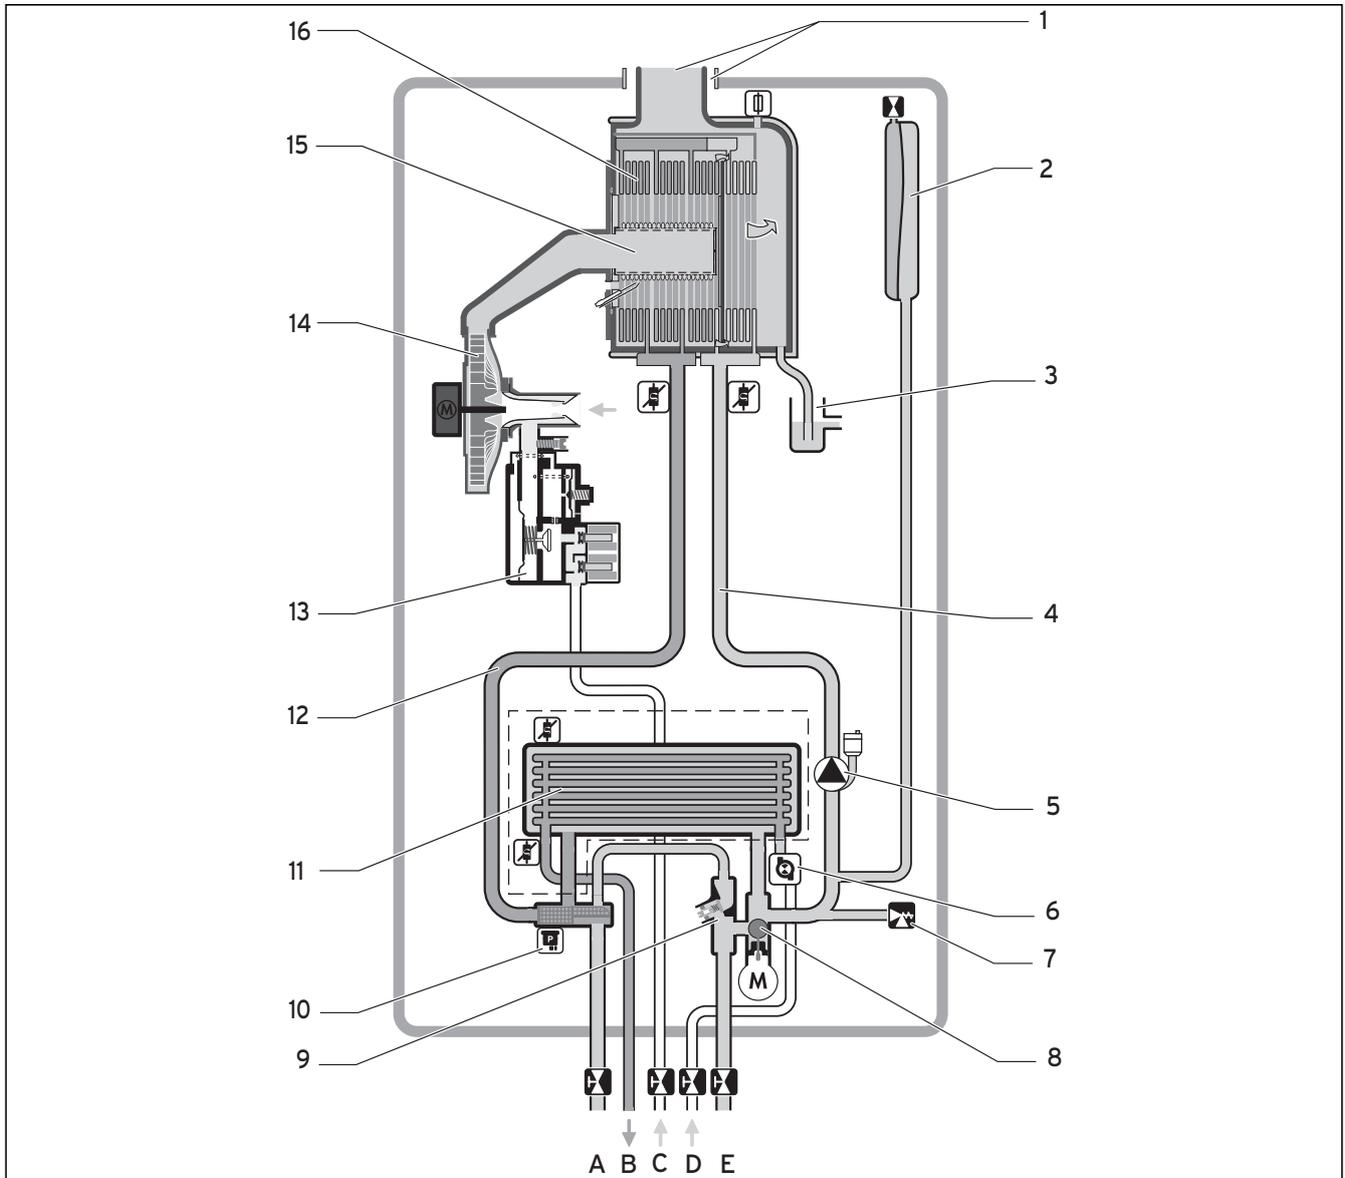

Abb. 4.1 Funktionsschema ecoTEC VCW plus
Bei einem Durchfluss von mehr als 1,5 l/min geht das Gerät in Betrieb. Das Vorrangumschaltventil (8) geht in die untere Position (wie in Abb. 4.1) und öffnet den Rücklauf des Warmwasserwärmetauschers, gleichzeitig wird der Heizungs-Rücklauf verschlossen.